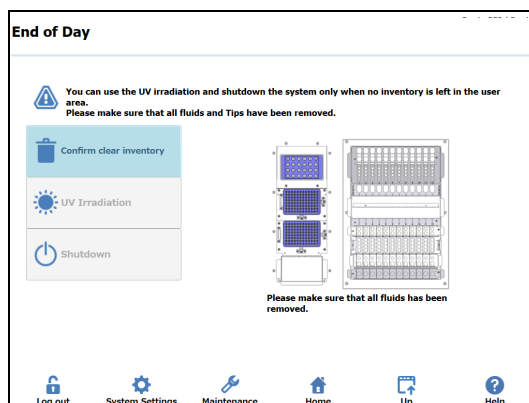

Figura 17: Schermata End of Day (Fine Giornata)
26. Nella schermata principale selezionare “End of Day” (Fine Giornata) per visualizzare la seguente schermata (Figura 17).